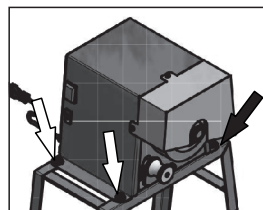

Figura 1
-Antes da utilização deve ser realizada a fixação do Gabinete (13) no Cavalete (6) (B06L) ou em uma bancada (B06LB) onde garanta que o mesmo esteja bem fixo para a limpeza da cana.
-Faça a fixação com parafusos pelos 4 furos contidos no Gabinete (13) conforme figura 1.
-Após fixado sobre o Cavalete (6) ou bancada de sua preferência, certifique-se que o equipamento esteja na mesma voltagem da tomada que irá ligá-lo.
-Após conferir a voltagem do equipamento, ligue o Plug (23), na tomada, acione a Chave Lig/Desl (07).